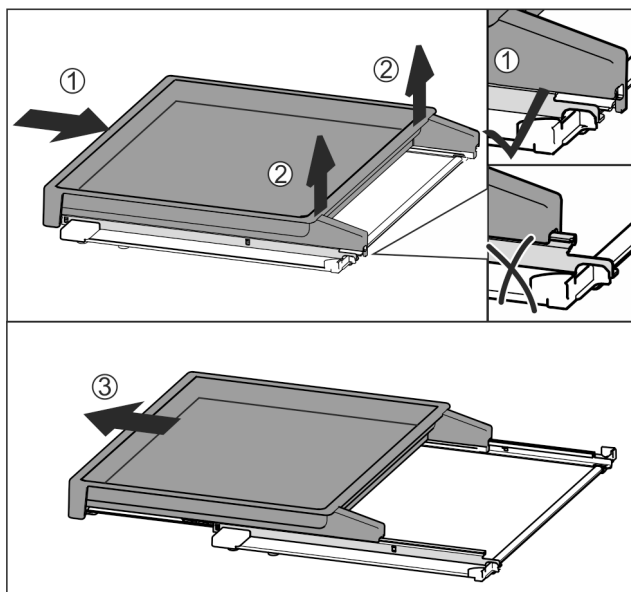

Fig. 32
- ▶ Vysouvací přihrádku zcela zasuňte Fig. 32 (1).
- ▶ Uvolněte západku na zadní straně Fig. 32 (2).
- ▶ Vysouvací přihrádku vyjměte směrem dopředu Fig. 32 (3).